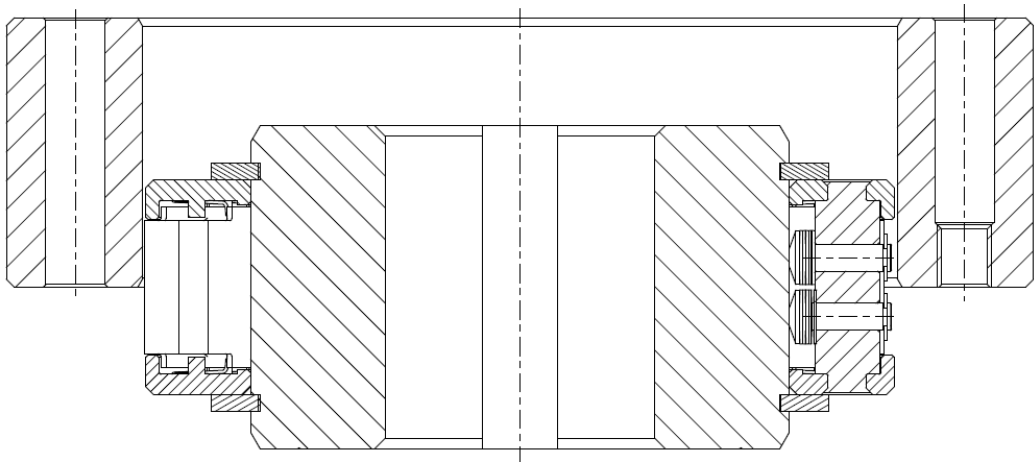

图4：外环和楔块的拆分
- 当楔块组在外环中还有 20mm 时停止拆卸（如图 4）。确保外环在图示位置。